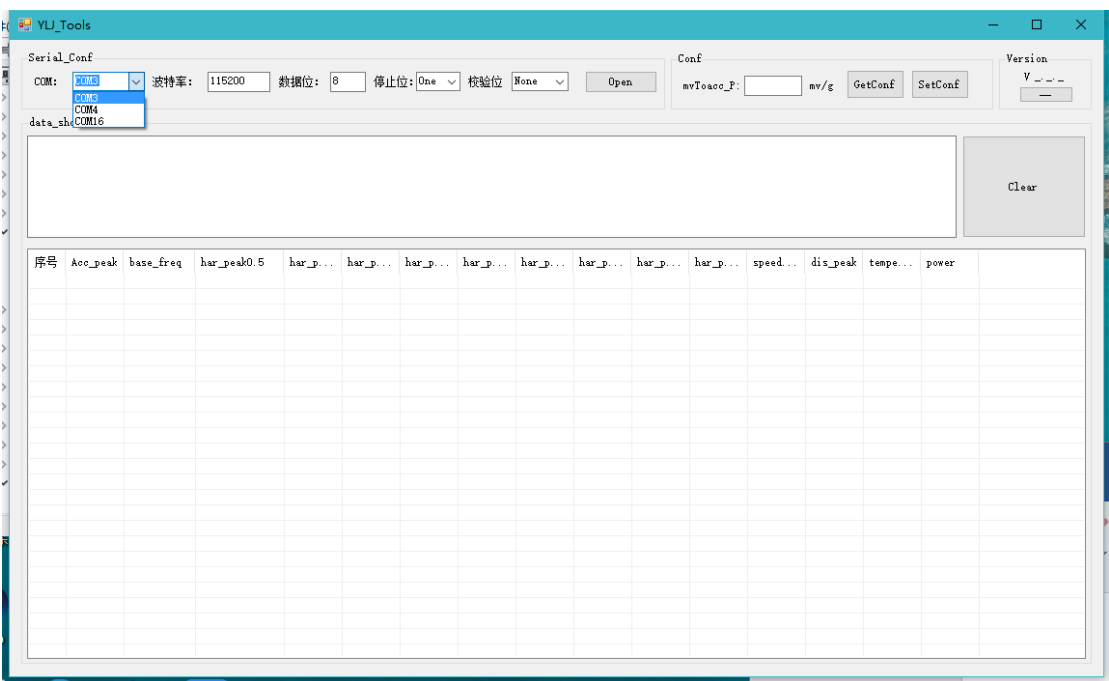

图 10.软件界面
2. 在识别串口后，打开配置工具，选择识别的串口 COM，参数如图 10 所示